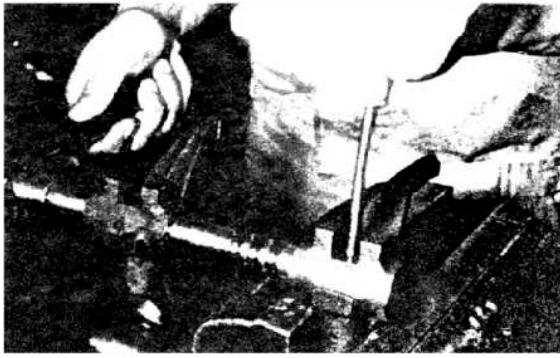

Рис. 3-21
(1) Вставьте пружину и стальной шарик в отверстие вилки переключения передач, вставьте рычаг переключения передач, слегка постучите и установите (рис. 3-21).